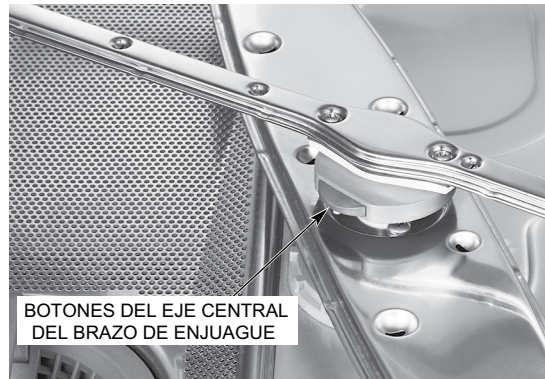

Fig. 7
Asegúrese de que los brazos de lavado y enjuague superior e inferior están correctamente instalados. Los brazos de lavado cuentan con botones de desconexión rápida situados en el eje central (Fig. 7). Cuando se instalan correctamente, todos los brazos deben girar libremente y continuar girando durante unos segundos después de ser girados a mano.
4. Retire los brazos de lavado y enjuague superior e inferior presionando los botones situados en los laterales del cubo central y tire de ellos (página 20, Fig. 7). Lave y enjuague bien los brazos en un fregadero y asegúrese de eliminar todos los residuos de las boquillas de los brazos de lavado y enjuague.
Para retirar el brazo de lavado inferior, presione los botones situados a los lados del cubo central y levante el brazo de lavado (página 20, Fig. 7). El brazo de lavado se puede levantar una vez retirado el brazo de enjuague. Los brazos superiores de lavado y enjuague se extraen presionando los botones situados a los lados del cubo central y bajando ambos brazos a la vez. Tenga cuidado de no dejar caer los brazos.